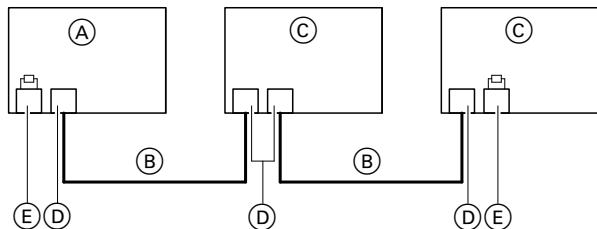

Abb. 63
- Der CAN-BUS der Geräte ist für die BUS-Topologie „Linie“ mit beidseitigem Abschlusswiderstand (Terminierung) ausgelegt: Siehe Abb. 63.